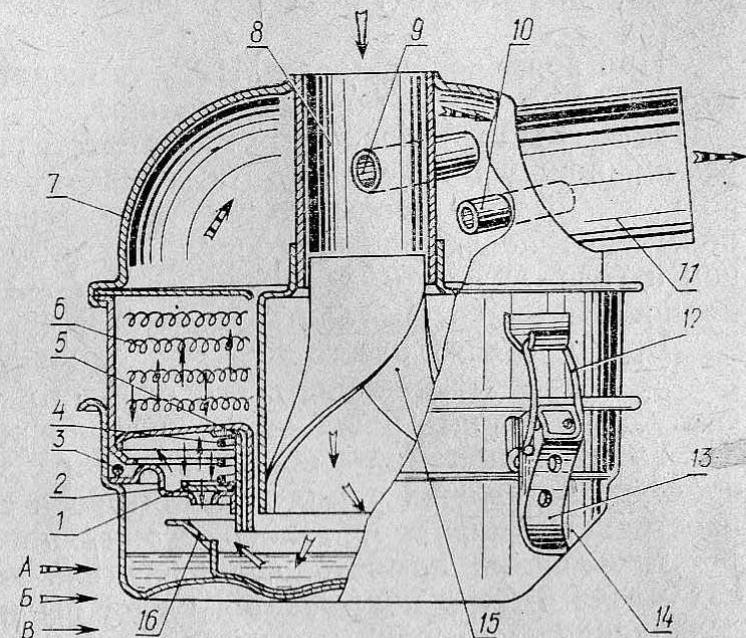

Рис. 12. Фильтр карбюратора воздушный:
**Уход за воздухоочистителем.** Для промывки фильтрующей набивки, очистки поддона *14* (рис. 12) и смены в нем масла отсоединить корпус фильтра от двигателя, отпустить хомут на отводящей трубе и зажим замка на стяжной ленте. Отсоединить поддон от корпуса *7* воздухоочистителя; промыть набивку бензином или керосином и дать стечь.